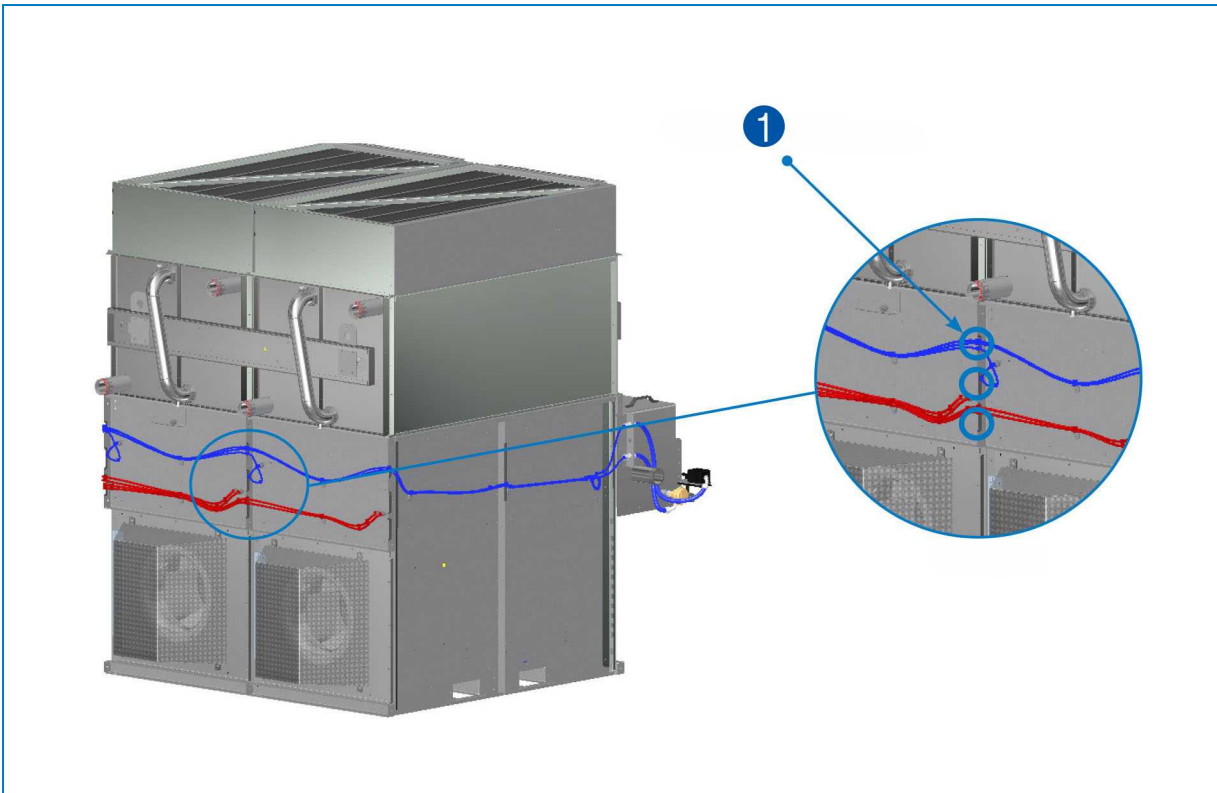

Abbildung 16 Lüfterstromkabel (rotes Kabel) – 1. Kabelverlegungskerten
4. Verlegen Sie das Lüfterstromkabel durch die dritte Kerbe von oben und den Kabelhalter und befestigen Sie dann das Kabel mit Kabelbindern am Gerät. Das Lüfterstromkabel kann nötigenfalls die zweite (mittlere) Kerbe an NXF-0603-Geräten verwenden. Siehe Abbildung 16.